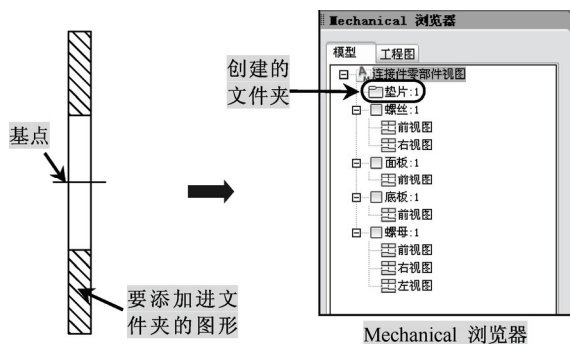

图 7-31 创建垫片文件夹
8) 用户创建“文件夹”,将“垫片”添加进“文件夹”内,执行“结构|创建|文件夹”命令,在命令行中将显示如下提示信息,如图 7-31 所示。